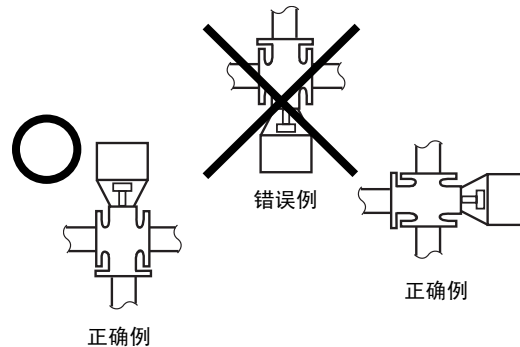

图4
- 6) 虽然执行器的安装方式可以从重直到横向（90度倾斜）的任何方式，但安装本产品时要确保操作器的位置不得低于阀本体的位置。（参照图4）但，安装在室外时，请采取直立安装姿势。